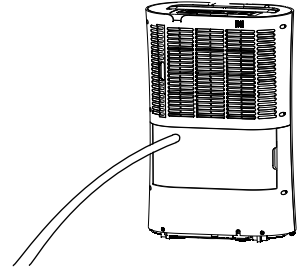

Abb. 5
4. Ziehen Sie den Ablaufschlauch (13) über den Wasserablaufstutzen (11) (Abb. 5).
5. Bauen Sie im Gerät das Wasserbehälter ein (sofern es ausgebaut wurde) und schließen Sie die Tür (8).